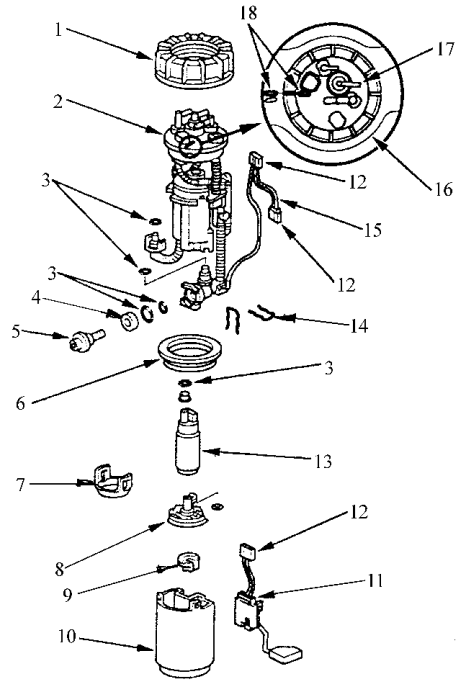

图 3-53 燃油表发送装置的拆卸分解
8) 如图 3-53 所示, 拆除锁紧螺母和燃油箱装置。
① 连接线束时, 确信连接可靠, 且插接器牢固锁定到位。
② 安装燃油表发送装置时, 确保连接牢固, 插接器牢固锁定到位。
③ 安装燃油表发送装置时, 将油箱和油箱装置